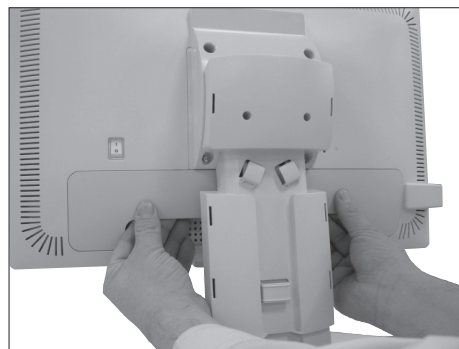

Abbildung C.1
3. Nehmen Sie Anschlussabdeckung ab (**Abbildung C.1**).